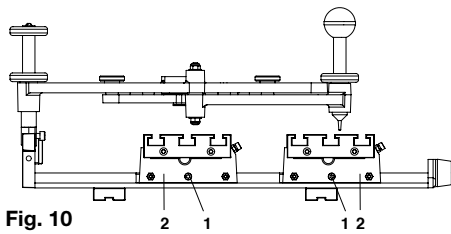

Fig. 10
1. Klemmschrauben 1 (Fig. 10) aufdrehen